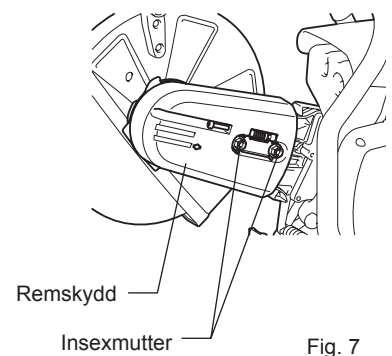

Fig. 7
- (7) Montera remskyddet. (Fig. 7)